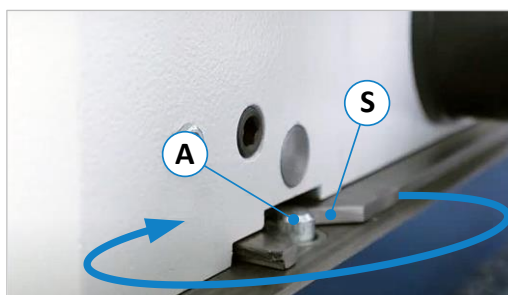

Abbildung 27: Arretieren und einrasten lassen
- Um die Parallelität zum Maschinentisch herzustellen, den Anschlag nun so lange leicht verdrehen, bis die (in der Ansicht verdeckten) Zentrierstifte auf der Anschlag-Unterseite in die Bohrungen (B) auf dem Maschinentisch (⇒ Abbildung 27) einrasten (Klickgeräusch).